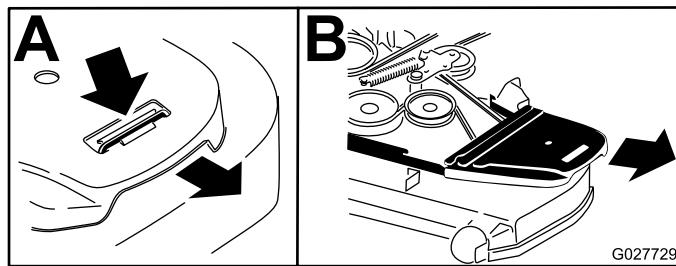

Figura 97
4. Retire as coberturas da correia (Figura 97).